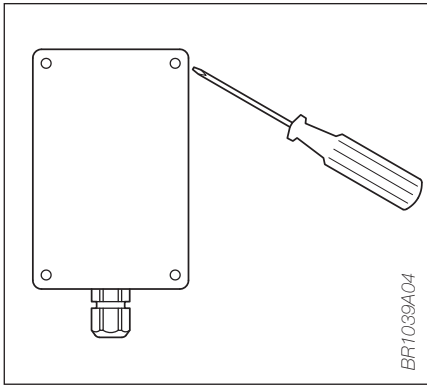

Fig. 1 - Disassemble temperature sensor
- Abb. 1: Öffnen des Temperaturfühlers
- Fig. 1 : Ouverture de la sonde de température